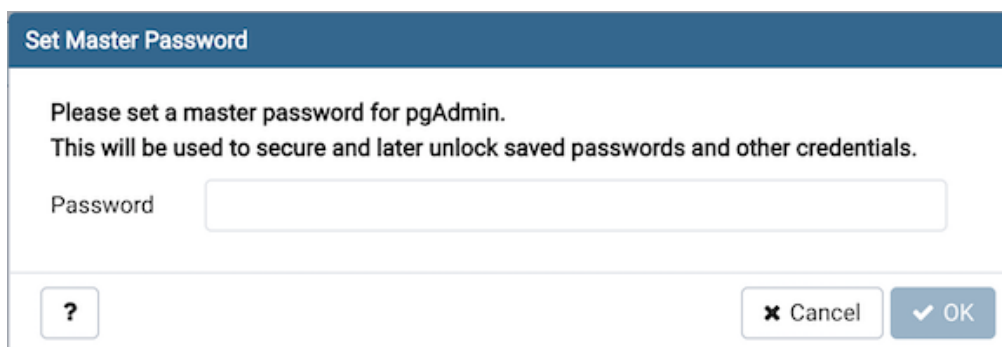

Рисунок 6.12 — Окно создание мастер-пароля для программы pgAdmin
- Программа *pgAdmin 4* откроется в Web-браузере, который выбран на вашем ПК для запуска по умолчанию. При первом подключении задайте мастер-пароль для программы *pgAdmin 4* (см. рисунок 6.12).